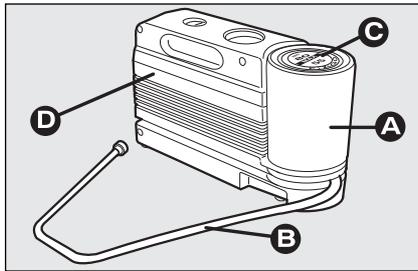

Abb. 10
- einen Kompressor **D-Abb. 10** mit Manometer und Verbindungsstücken, der sich im Fach befindet;